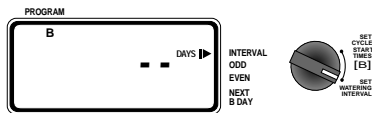

FIGURA 7: Configuración del programa B para un plan fijo
- Sitúe el selector giratorio en la posición **SET WATERING INTERVAL** (fijar intervalos de riego). El cursor empezará a parpadear a la derecha de la palabra **INTERVAL** (intervalo). [Fíjese en la **Figura 7**].